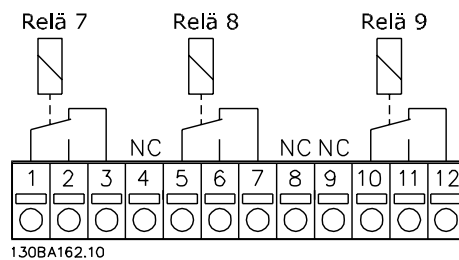

Bild 9.11 Fränskiljare, reläplintar
- Strömmen till de strömförande delarna i anslutningarna på reläplintarna måste fränkopplas. Se Bild 9.11